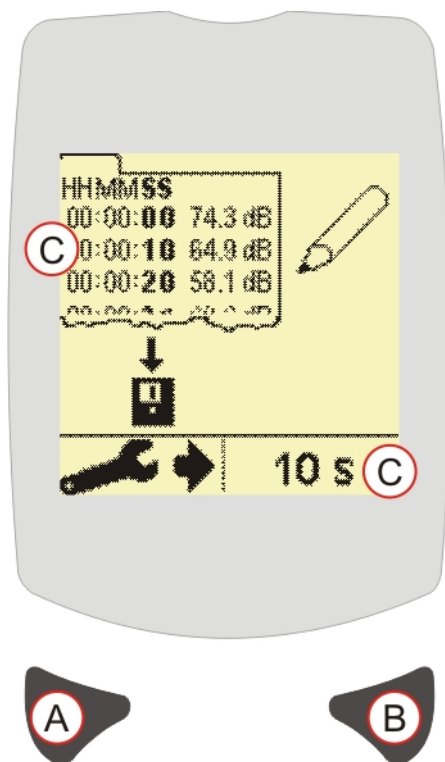

Figura 8 Tela de Intervalo de Registro – apenas CEL-246
Na figura 8 (C), o intervalo de registro selecionado é exibido e também acima do botão Direito (B). Pressionar o botão Direito (B) para alterar o intervalo de registro. Pressionar o botão Esquerdo (A) para sair do menu de ajustes e retornar à tela de medição.